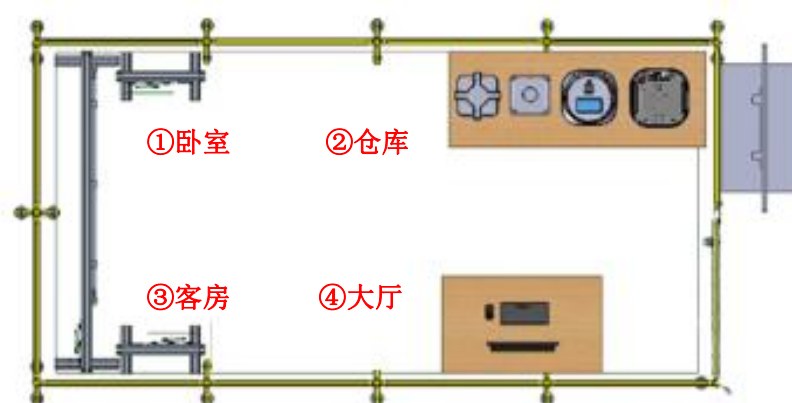

图 2 安全防疫场景目标点图
1. 图 2 为安全防疫场景目标点图。根据该图上要求的目标点，在地图（任务 2-1 保存的地图）上规划坐标点并设置，修改相应消毒程序文件（castlex_navigation 功能包的 castlex_xdu.py），结合智能语音交互系统，调用物联网设备控制。实现服务机器人能按照“①②③④”的路径顺序完成多点巡航。